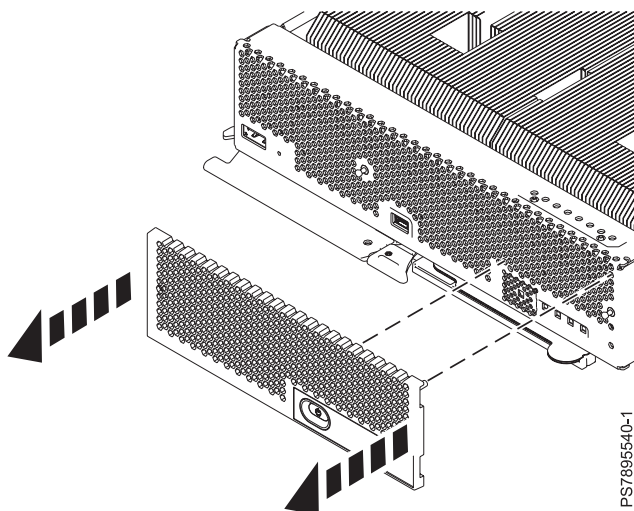

Figure 48. Retrait du panneau frontal d'un noeud de traitement IBM Flex System p270
8. Retirez le panneau frontal. Repérez le panneau frontal sur la droite du noeud de traitement. En tenant les deux côtés du panneau frontal tirez-le hors du noeud de traitement (voir figure 48, à la page 92).